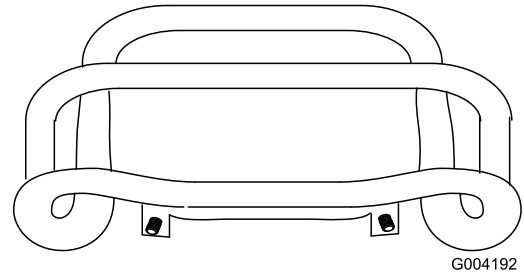

Bild 53
5. Stellen Sie den Fahrtrieb so ein, dass er flach am Referenzbügel anliegt, wenn er nach hinten gezogen wird (Bild 52 und Bild 53).